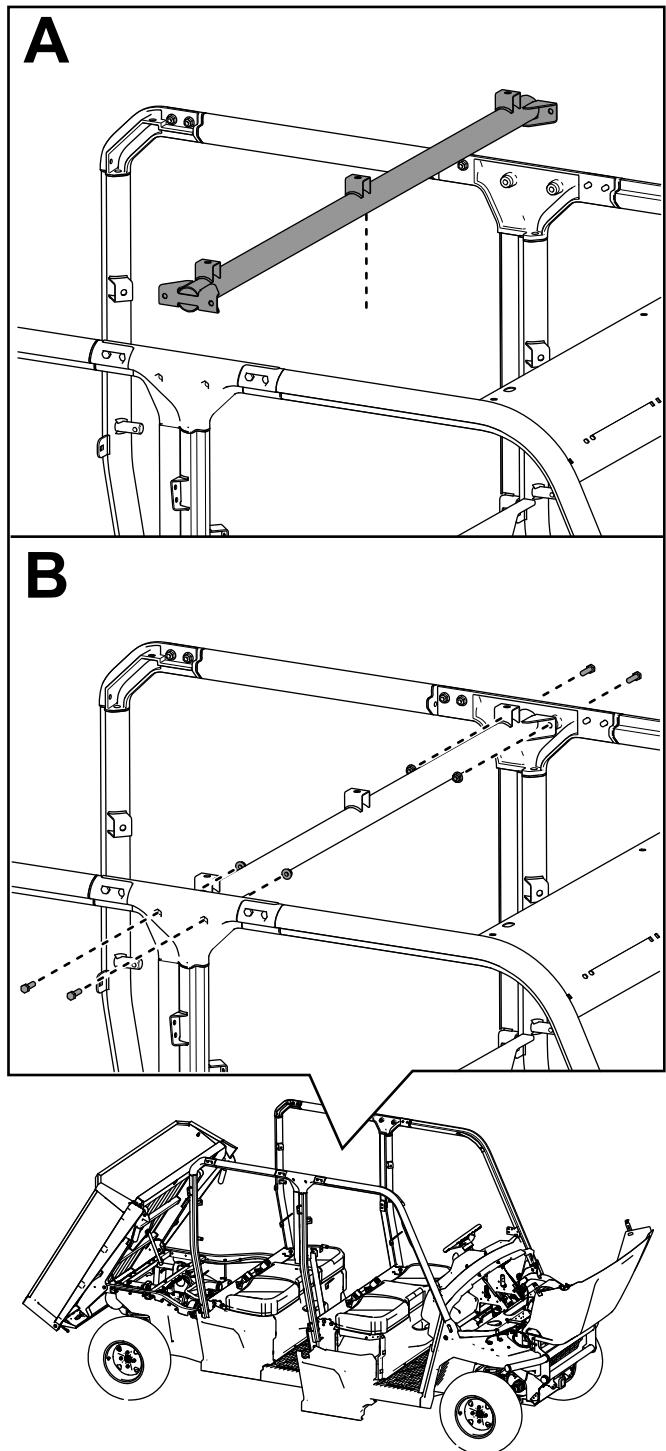

Figure 43
16. Fixez la barre transversale centrale à la barre centrale de l'arceau de sécurité à l'aide de 4 boulons à tête hexagonale ($\frac{3}{8}$ " x $1\frac{1}{4}$ ") et 4 contre-écrous ($\frac{3}{8}"), comme montré à la Figure 43.$